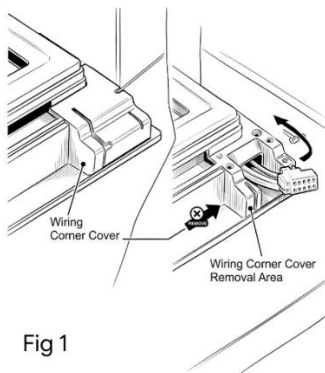

Fig 1
11. Individuare i restanti fori esposti per le viti sul bordo interno inferiore. Spingi un tappo di plastica in ogni foro finché non sono completamente inseriti per proteggere le filettature hardware. (Fig. 1)
1. Inserire un sottile utensile o una sonda nella giuntura del coperchio d'angolo in plastica sul lato che contiene il cablaggio della porta. Solleva delicatamente per liberare le linguette di plastica. Muovi il coperchio di plastica dall'angolo del telaio della porta, facendo attenzione a non tirare o danneggiare i cavi esposti sottostanti. (Fig. 1)
3. Spostati nell'angolo opposto del telaio della porta. Usa il tuo attrezzo per sollevare e sganciare il coperchio decorativo in plastica solida e brutto. Porta il coperchio vuoto all'angolo iniziale dove hai rimosso per la prima volta il coperchio del cablaggio. Allinealo con la fessura vuota dell'angolo e premi saldamente con le dita finché non si sistema saldamente, lasciando una finitura pulita e senza soluzione di continuità. (Fig. 1)
1. Sollevare con cura la porta in vetro e allineare le prese di montaggio degli angoli superiore e inferiore con le staffe delle cerniere superiore e inferiore fissate all'armadio del wine cooler. Prima di inserire completamente la porta nelle staffe, tira il cablaggio esposto che esce dalla cerniera superiore dell'armadietto e assicurati che passi ordinatamente attraverso la fessura angolare del telaio della porta. (Fig. 1)